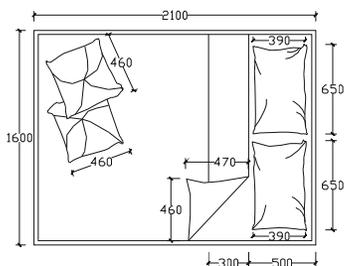

图 3-1-24
**STEP 05** 使用绘制多段线的命令 PLINE，根据大概尺寸随意绘制被子的卷边、枕头、靠垫，如图 3-1-24 所示。因为这些物件的形状都具有随意性，所以并没有具体的绘制方法，每一个人绘制出来都不一样，不过这不要紧只要在绘制时，把握大致的尺寸和形状即可。